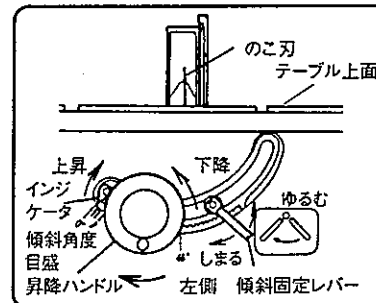

図 13-a
① 傾斜固定レバーを左にまわしてゆるめます。次に、昇降ハンドルを持って、左側に移動（傾斜角度目盛0°側）させ、直角ストッパ用6mmシーロックナベネジ(A)（図13-c参照）の先端に突当てます。